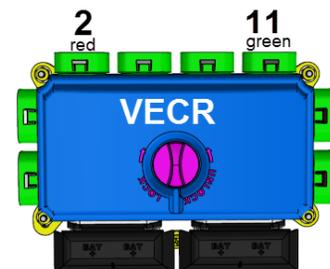

FIGURE 12 : VECR
1. Trouver le module VECR (FIGURE 12) à l'intérieur du compartiment électrique arrière.